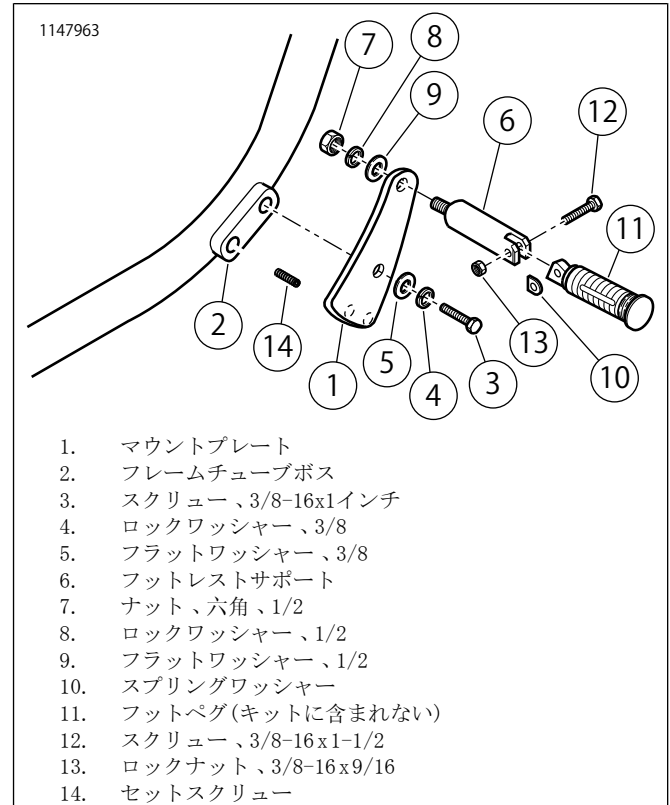

図1. フットペグおよびフットペグマウントキットの取り付け(車両の右側)
- 「図1」を参照。フレームチューブボス(2)の下の穴にセットスクリュー(14)を取り付け、セットスクリューを0.20インチ(またはスレッド3つ分)を出したままにしておきます。